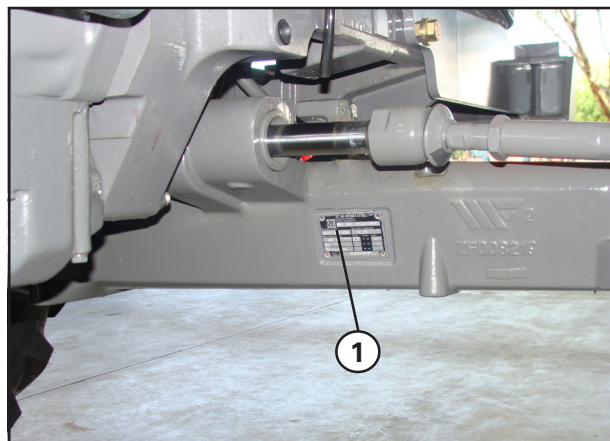

Рис. 30
Располагается в правой части моста (1)(рис.30).